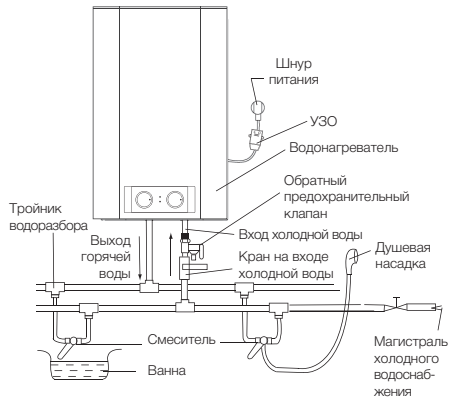

Рис. 7.
4. Если необходимо реализовать многоконтурную систему водоснабжения, используйте способ соединения (см. рис. 7 и 8).